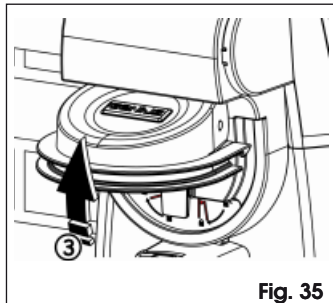

Fig. 35
2. Aprire il coperchio di sblocco, Fig. 35.